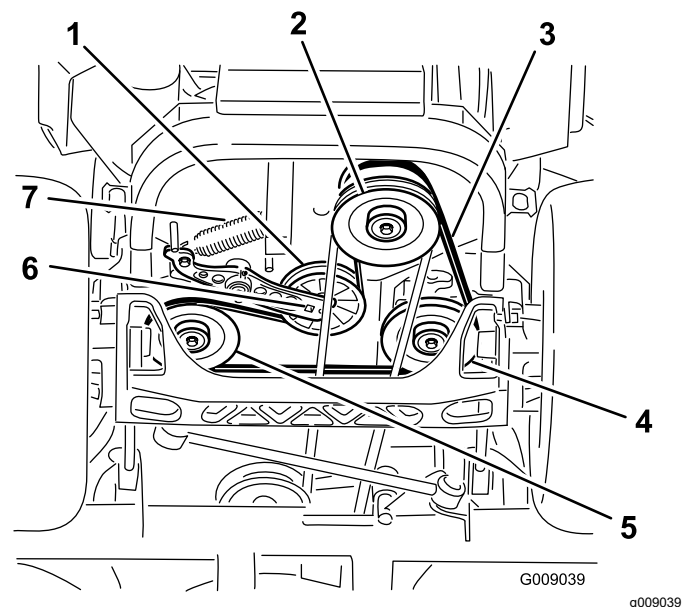

Figura 83
4. Levante la máquina y apóyela sobre gatos fijos (Figura 83).
5. Utilice una llave de carraca en el orificio cuadrado del brazo tensor para retirar el muelle tensor (Figura 83).
6. Desenganche el muelle de la polea tensora del bastidor (Figura 83).
9. Utilizando la llave de carraca en el orificio cuadrado del brazo tensor, instale el muelle tensor en el bastidor (Figura 83).